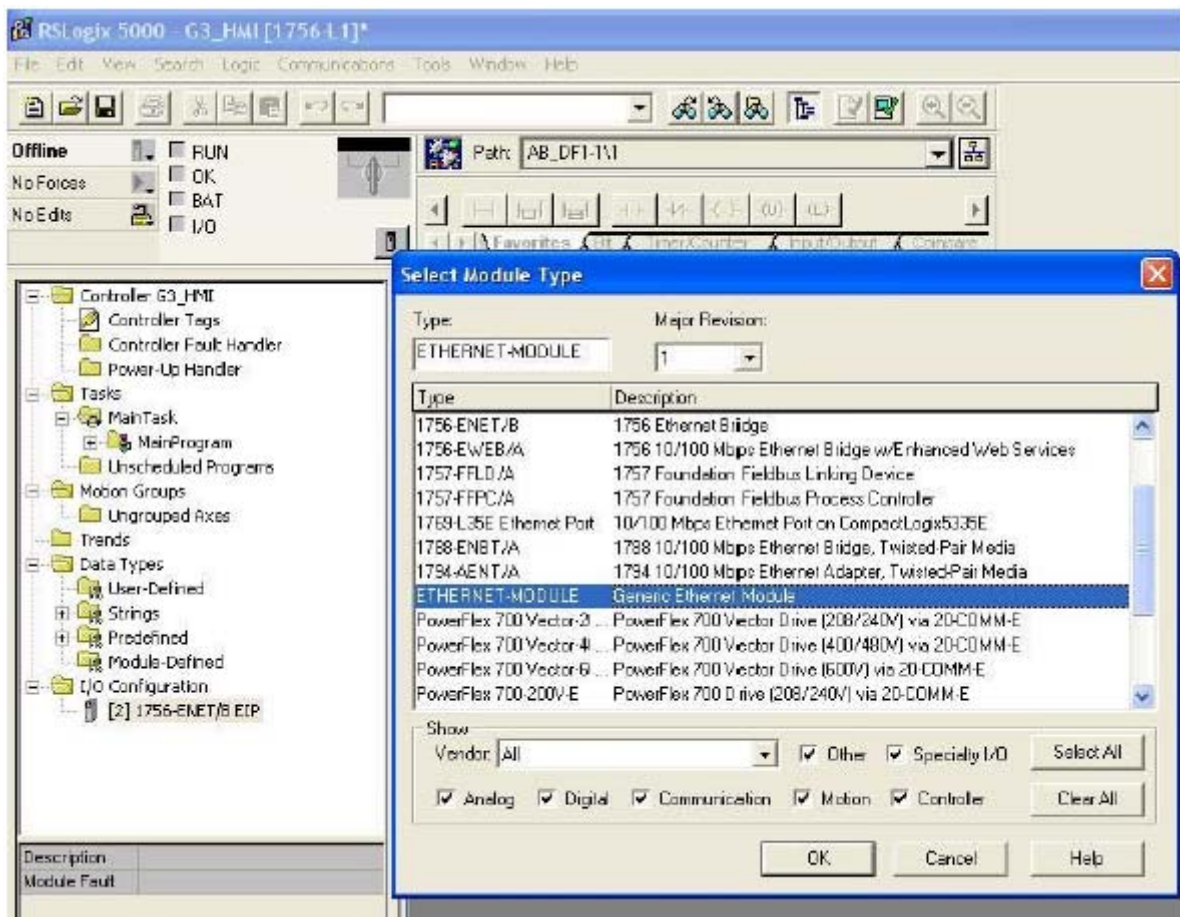

FIG. 71 : Sélection du module Ethernet
- c. Dans la fenêtre Sélectionner le type de module, sélectionnez Module Ethernet générique. Voir la FIG. 71.